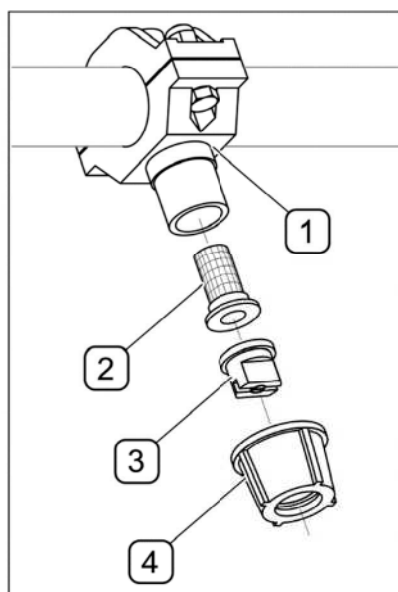

РИСУНОК 5.19 Фильтры поливателей
(1) - держатель; (2) - фильтр; (3) - распылитель; (4) - гайка
В поливальной системе необходимо регулярно контролировать проходимость распылителей и чистоту фильтров (РИСУНОК 5.19). В поливателе имеется сетчатый фильтр (2). Для очистки фильтра необходимо отвинтить гайку (4) вместе с распылителем (3). Фильтр (2) необходимо тщательно промыть или продуть сжатым воздухом. Проверить проходимость распылителя (3). Проверить техническое состояние поливателей и в случае необходимости заменить поврежденные элементы. Перечень элементов поливателей представлен в ТАБЛИЦА 5.6